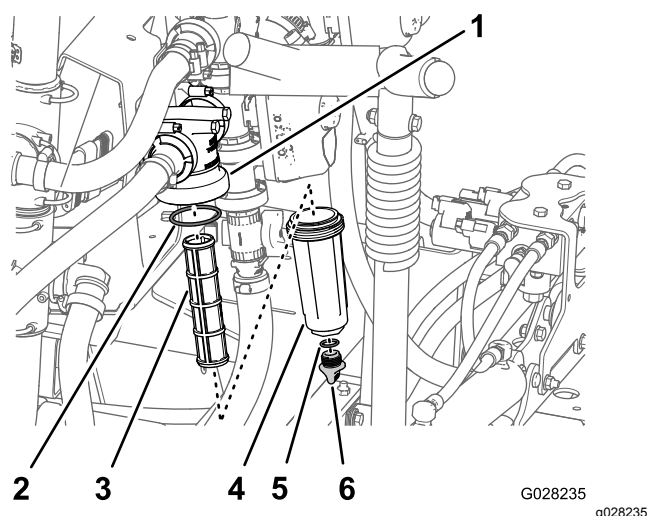

Figure 90
2. Placez un bac de vidange sous le filtre sous pression (Figure 90).
3. Tournez le bouchon de vidange dans le sens antihoraire et déposez-le de la cuvette du filtre sous pression (Figure 90).
4. Tournez la cuvette dans le sens antihoraire et déposez-la de la tête du filtre (Figure 90).
5. Retirez l'élément du filtre sous pression usagé (Figure 90).
6. Contrôlez l'état et l'usure du joint torique du bouchon de vidange (à l'intérieur de la cuvette) et du joint torique de la cuvette (à l'intérieur de la tête du filtre) (Figure 90).
7. Montez le nouvel élément filtrant dans la tête du filtre sous pression (Figure 90).
8. Vissez la cuvette sur la tête du filtre à la main (Figure 90).
9. Vissez le bouchon sur la cuvette à la main (Figure 90).